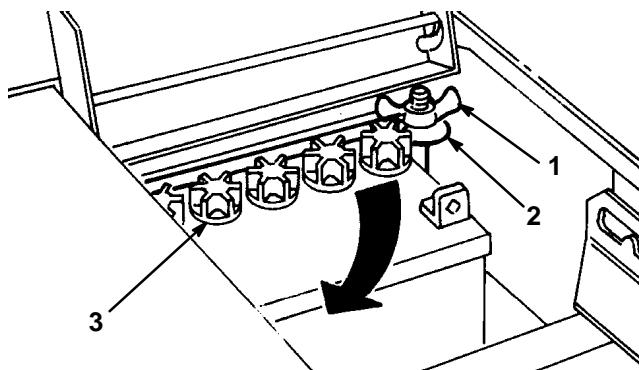

Figure 27
3. Déconnecter le câble négatif (noir) de mise à la masse de la borne négative de la batterie (Fig. 27).
4. Soulever le capuchon de caoutchouc de la borne positive de la batterie, et déconnecter le câble positif (rouge) de la borne de batterie (Fig. 27).
5. Retirer l'écrou papillon qui fixe la bride de la batterie au châssis de la tondeuse (Fig. 27).